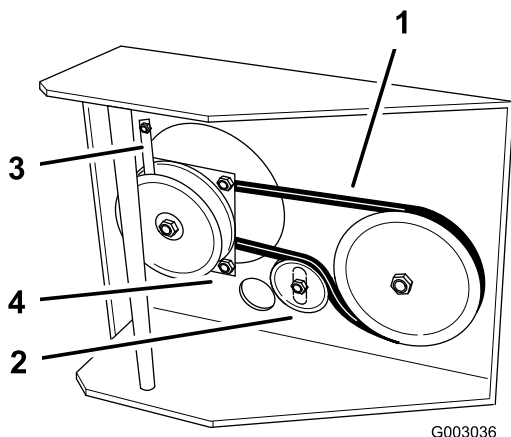

Figura 43
8. Desenganche el retén del embrague y retire el retén (Figura 43).
9. Afloje el perno de montaje de la polea tensora lo suficiente para poder desplazar la polea tensora, y retire la correa de tracción de la polea de la transmisión y del embrague (Figura 43).
11. Enganche el retén del embrague al embrague y fíjelo al bastidor con el perno de montaje del motor (Figura 43).
12. Apriete el perno del pivote a 19–24 Nm (170–220 pies-libra) (Figura 43).